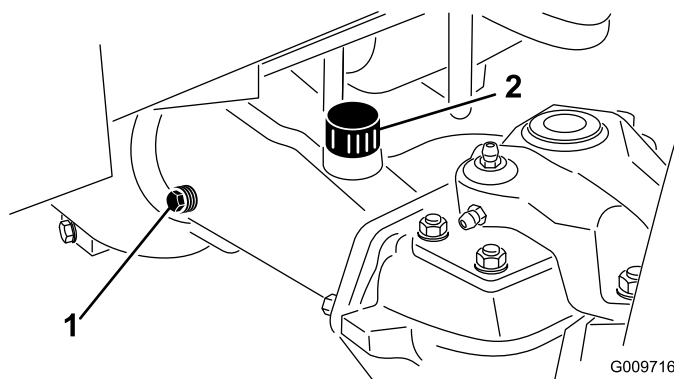

Figura 69
2. Retire o tampão de verificação que se encontra numa das extremidades do eixo (Figura 69) e certifique-se de que existe lubrificante até ao fundo do orifício. Se o nível estiver baixo, retire o tampão de enchimento (Figura 69) e adicione lubrificante suficiente para o